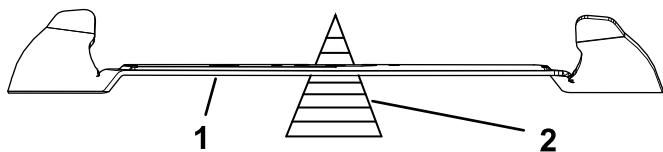

Figura 91
2. Verifique el equilibrio de la cuchilla colocándola sobre un equilibrador de cuchillas (Figura 91).
Nota: Si la cuchilla no está equilibrada, rebaje algo el metal en el extremo más pesado de la vela solamente (Figura 91).